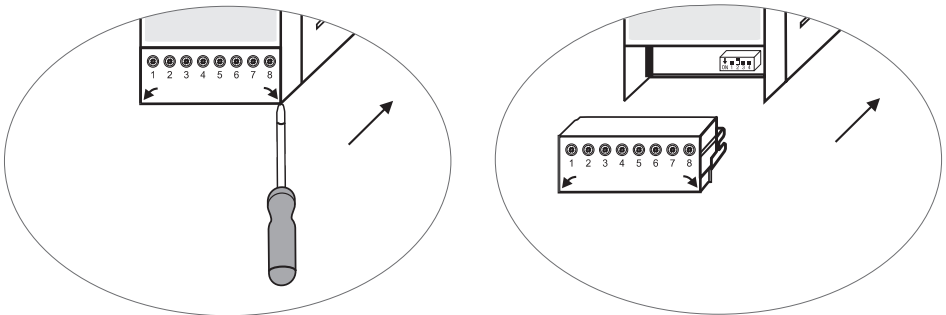

Fig. 8
- Retire las tiras de terminales superiores e inferiores (Fig. 8)